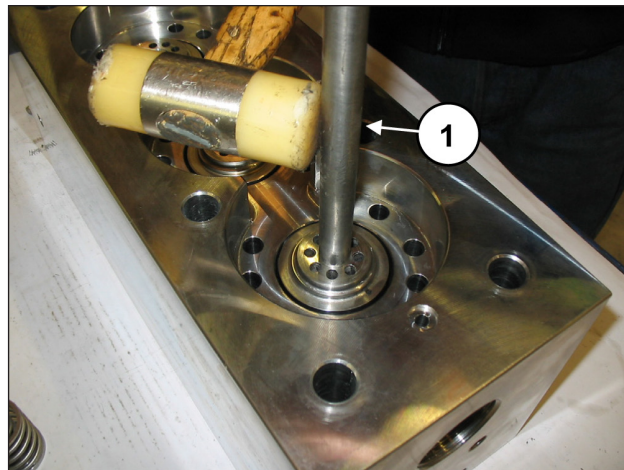

Fig. 115
Qualora le sedi valvola risultassero bloccate sulla testata a causa della formazione di calcare o di ossido devono essere sbloccate inserendo l'apposito attrezzo (cod. 034300020 per SK20-22-24 o cod. 034300010 per SK26-28-30) nel foro di mandata (pos. ①, Fig. 115).